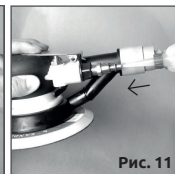

Рис. 11
- Смажьте инструмент перед работой. Инструкции по смазке см. в разделе «ОБСЛУЖИВАНИЕ И ХРАНЕНИЕ». (См. рис. 11).
Ежедневно смазывайте пневматический двигатель высококачественным маслом для пневматических инструментов (не входит в комплект поставки). При отсутствии лубризатора в воздушной линии, просто капните несколько капель масла внутрь инструмента в отверстие подачи воздуха (См. рис. 11). Масло также можно впрыснуть в воздушный шланг на ближайшем разъёмном соединении.
- Капните несколько капель масла для пневмоинструмента во впускное отверстие для воздуха (см. рис. 11).